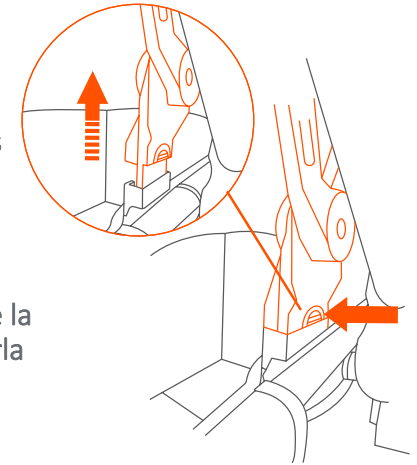

Fig. 13
- 13) •** To remove the canopy: Press the tabs on both interior sides of the canopy and pull up to remove (Fig. 13).
- Para retirar la cubierta: Presione las lengüetas a ambos lados interiores de la cubierta y tire hacia arriba para quitarla (Fig. 13).
- Démontage de l'auvent : Presser les attaches sur les deux côtés de l'auvent et le tirer vers le haut pour l'ôter (Fig. 13).